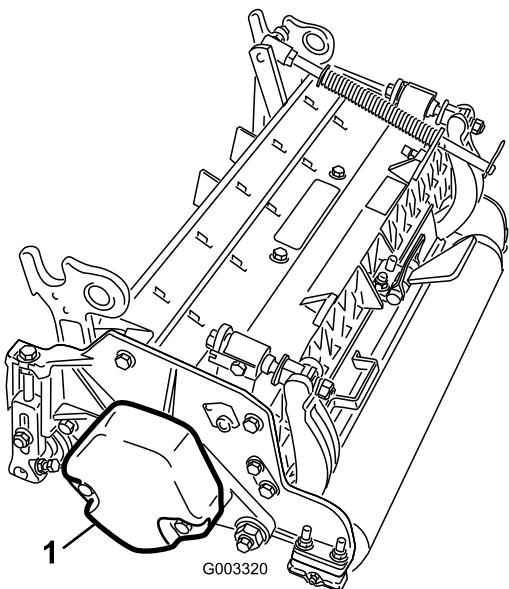

図 6
1. 2番と 4番のカッティングユニットでは、カウンタ・ウェイトをカッティングユニットの左側に固定しているキャップスクリュ（2本）を取る。カウンタ・ウェイトを取り外す（図 6）。